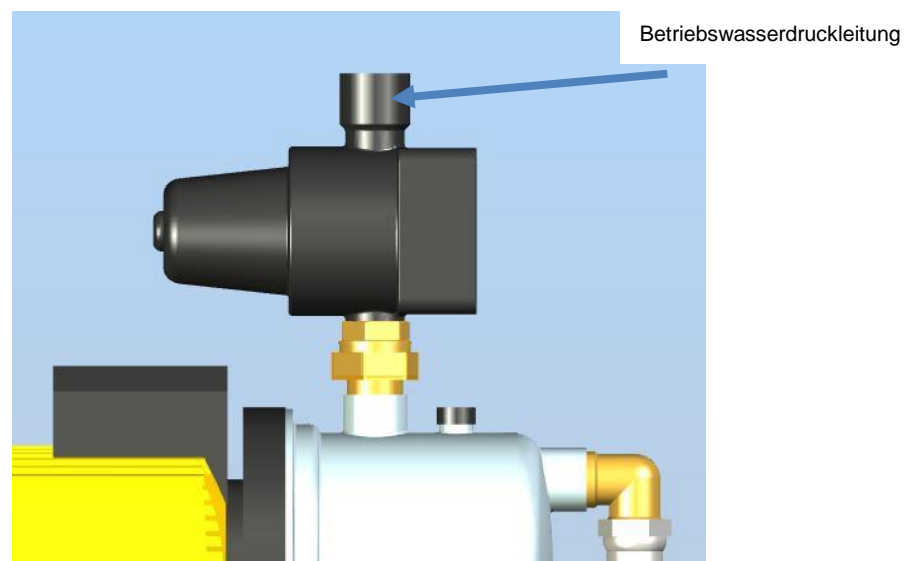

Abbildung 9: Anschluss der Betriebswasserdruckleitung
- 1) Druckleitung dicht und fest mit dem Druckausgang des Schaltautomaten verbinden und nach oben herausführen, siehe Abbildung 9.